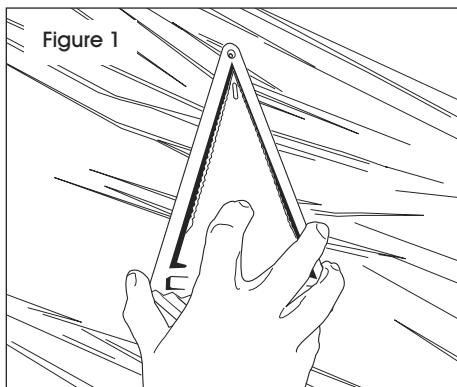

Figure 1
- Vent should be mounted on a vertical, 90° angle to keep rain/snow from entering. For best results, mount the vent as high as possible. (See Figure 1)
1. L'évent doit être installé à la verticale, à un angle de  $90^{\circ}$  afin d'empêcher la pluie et la neige de pénétrer. Pour un fonctionnement optimal, installez l'évent le plus haut possible. (Voir Figure 1)